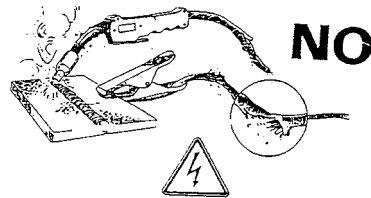

Fig.9
- no utilicen cables de alimentación o de soldadura que estén dañados (Fig. 9);